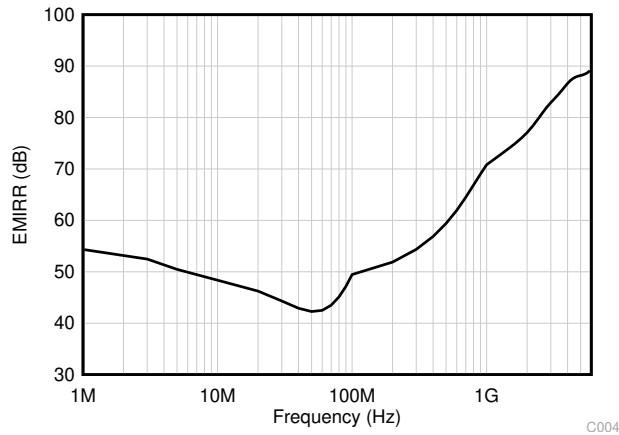

图 7-1. EMIRR 测试
TLV915x-Q1 使用集成电磁干扰 (EMI) 滤波来减少无线通信以及混合使用模拟信号链和数字元件的高密度电路板等干扰源产生的 EMI 影响。通过电路设计技术可改进 EMI 抗扰度；TLV915x-Q1 受益于这些设计改进措施。德州仪器 (TI) 已经开发出在 10MHz 至 6GHz 扩展宽频谱范围内准确测量和量化运算放大器抗扰度的功能。图 7-1 展示了对 TLV915x-Q1 执行该测试的结果。表 7-1 展示了 TLV915x-Q1 在实际应用中通常会遇到的特定频率下的 EMIRR IN+ 值。运算放大器的 EMI 抑制比应用报告包含了与运算放大器相关的 EMIRR 性能主题，该报告可在 [www.ti.com](http://www.ti.com) 上下载。